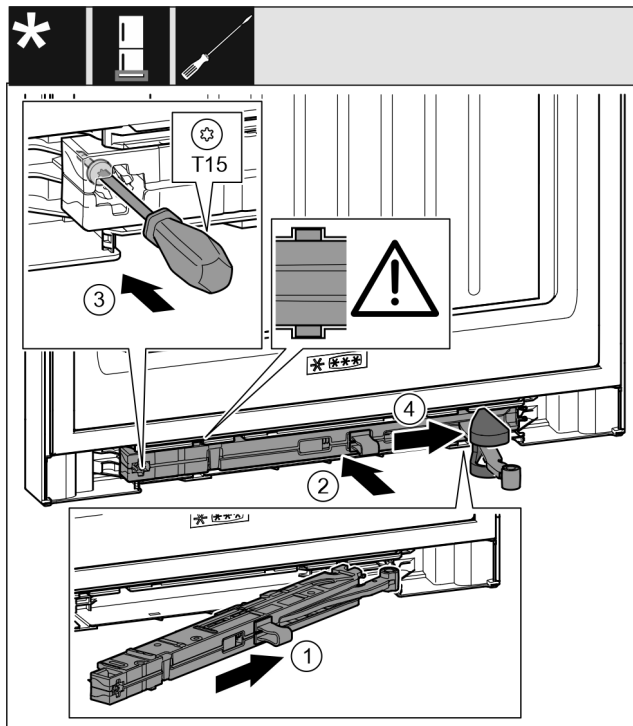

Fig. 44
- Jednotku tlumiče zavírání na straně stojanu ložiska zasuňte až na doraz šikmo do vybrání. Fig. 44 (1)
- Jednotku tlumiče zavírání zcela zasuňte do vybrání. Fig. 44 (2)
- Šroubovákem T15 pevně utáhněte šroub. Fig. 44 (3)
- Posuňte kryt přes kloub. Fig. 44 (4)